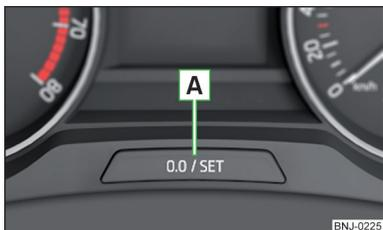

Fig. 22
» Pulse ligeramente la tecla **A** » fig. 22 de la pág. 38.
- Mantenga pulsada la tecla **A** » fig. 22 hasta que se muestre en la pantalla el punto de menú **Hora**.